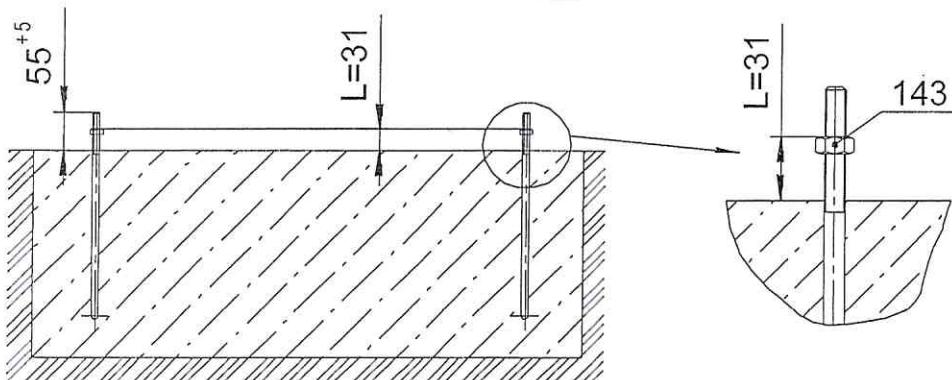

Рис. 4
- Убедиться в сухости и прочности залитого бетона. На болты анкерные накрутить гайки поз. 143, выдерживая размер L=31 (рис.4).